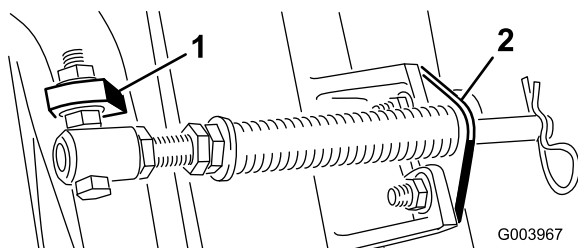

Figura 5
- C. Monte el perno del tubo del muelle a la otra pestaña del bastidor de tiro y fíjelo con la tuerca con arandela prensada. La cabeza del perno debe colocarse en el exterior de la pestaña, según se muestra en **Figura 5**.
- D. Monte el soporte de la varilla en las pestañas de la unidad de corte con los pernos de cuello cuadrado y las tuercas (**Figura 5**).